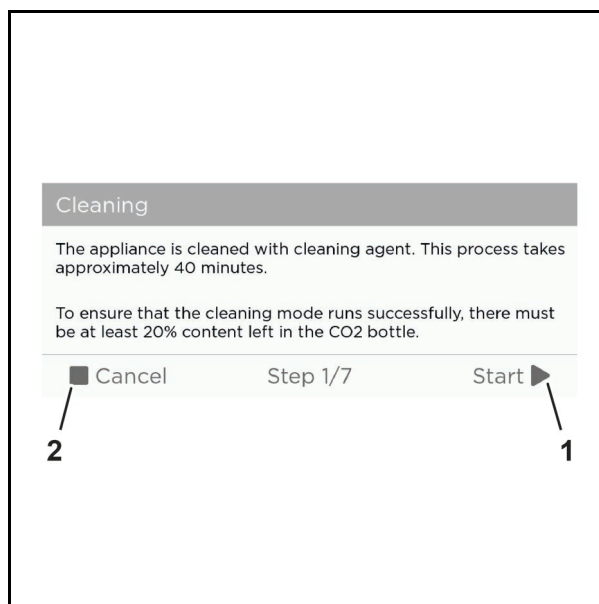

Abb. 70 Beispielgrafik
1. Folgen Sie den Anweisungen auf dem Touchscreen und tippen Sie auf die Schaltfläche "Start" (Abb. 70/1), um die Reinigung zu starten oder "Cancel" (Abb. 70/2), um die Reinigung abzubrechen.